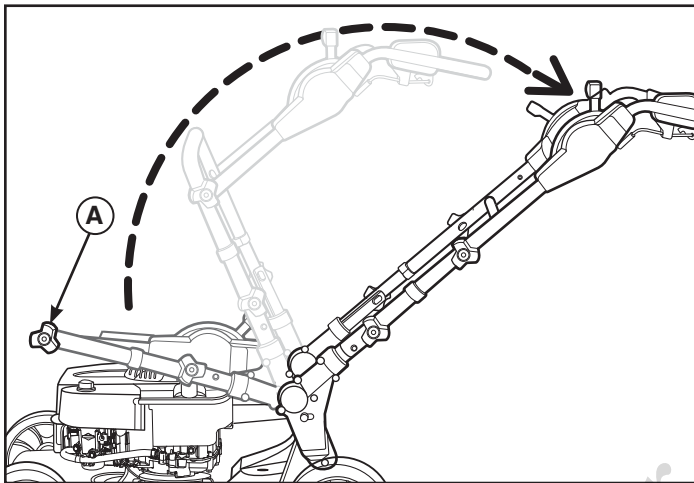

Abb. 2
1. Lösen Sie die Griffschrauben des Griffunterteils (**A**, Abb. 2) an den Griffbefestigungsglaschen links und rechts.